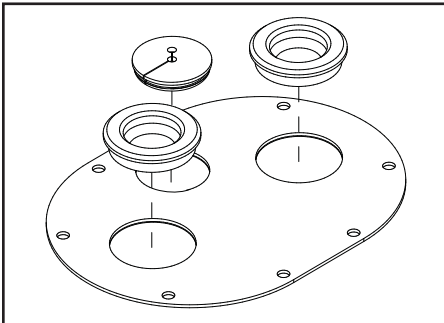

Figura 2: Conecte los sellos a la tapa del tanque
5. Introduzca los sellos en los orificios de la tapa como se muestra en la Figura 2.